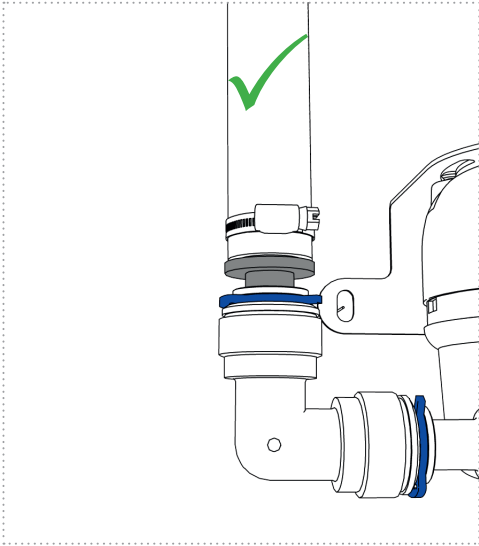

Abbildung 14a
6. Überprüfen Sie alle Verbindungen auf korrekten Sitz und eine spannungsfreie Anbindung an die UV-Einheit (*Abbildung 14a und 14b*).W